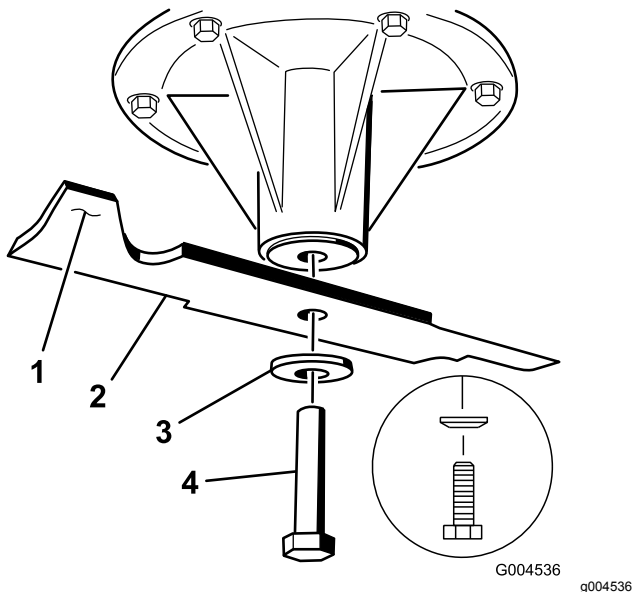

Figura 91
2. Togliete il bullone sinistro e centrale, la rondella curva e la lama dall'asse del fusello (Figura 91).
3. Se la lama non è bilanciata, limate del metallo soltanto dalla costa (Figura 91).